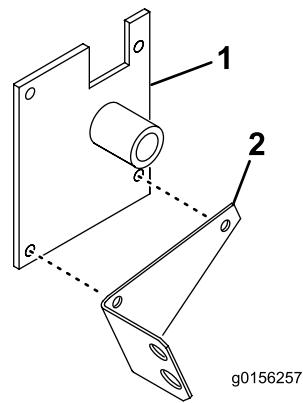

Figura 13
4. Sujete la parte superior del soporte de montaje de la tolva al lado derecho de la máquina con 2 pernos ($3/8'' \times 1''$) y arandelas de freno de $3/8''$ (Figura 13). La muesca del soporte debe quedar sujetada al cierre del capó.
5. Sujete la parte inferior del soporte y el soporte del acoplamiento al bastidor con 2 pernos ($3/8'' \times 1''$) y contratuerzas (Figura 13).